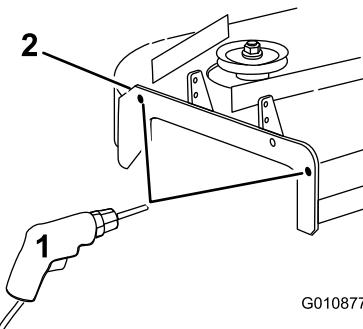

Figura 7
1. Compruebe el diámetro de los taladros en las posiciones indicadas en Figura 7.
3. Perfore los taladros con el diámetro especificado en las posiciones indicadas en Figura 7.